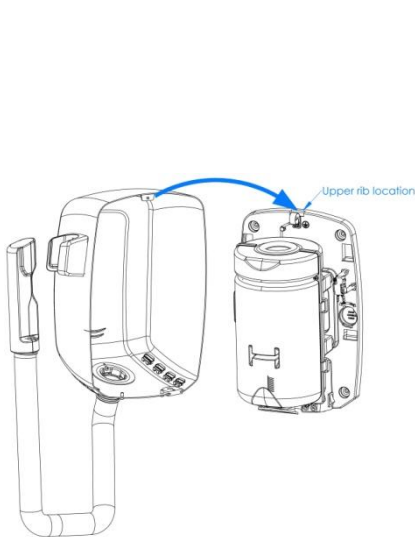

Fig. 9
- Placer soigneusement le châssis à la base de l'appareil. Pour cela, le positionner de haut en bas, avec une certaine inclinaison sur la base, de manière à ce que le rebord du châssis entre correctement dans l'emplacement correspondant à la base (Fig. 9 et 10).